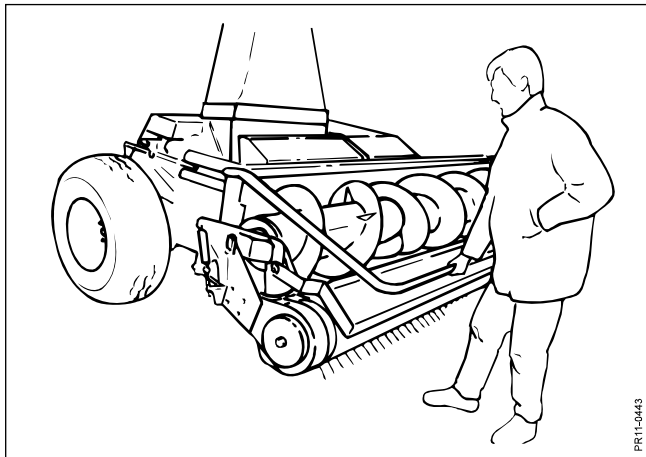

Fig. 3-9
- Fig. 3-9** Contrôler cela en se tenant face au pick-up et en soulevant l'arceau pour estimer la pression au sol.